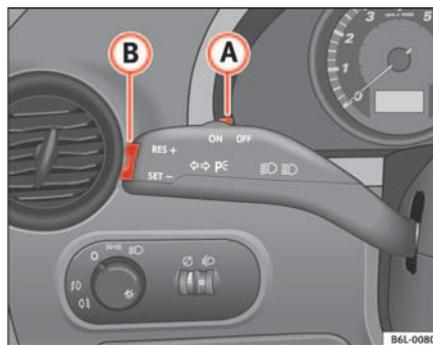

Abb. 107 Blinker- und Fernlichthebel: Schalter und Wippe für GRA
- Drücken Sie den oberen Teil der Wippe **RES** ⇒ Abb. 107 **(B)**, um die Geschwindigkeit zu erhöhen. Solange Sie die Wippe gedrückt halten, beschleunigt das Fahrzeug. Sobald Sie die Wippe loslassen, wird die neue Geschwindigkeit gespeichert.
Wenn Sie die gespeicherte Geschwindigkeit durch Treten des Bremspedal verringern, ist die Regelung der gespeicherten Geschwindigkeit ausgeschaltet. Sie können durch einmaliges Drücken des oberen Teils der Wippe **RES+** ⇒ Seite 149, Abb. 107 **(B)** die Regelung wieder aufnehmen.